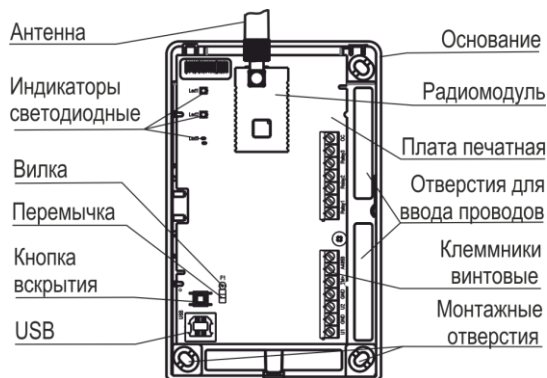

Рисунок 2
**4.1** Конструктивно PP-Z выполнен в виде блока, состоящего из основания и съемной крышки. Внутри блока смонтирована печатная плата с радиоэлементами (рисунок 2).